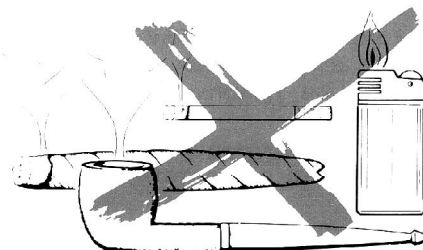

Рисунок 3.2
- перед заправкой горючего выключить двигатель (опасность пожара!). При заправке горючего - не курить (рисунок 3.2);